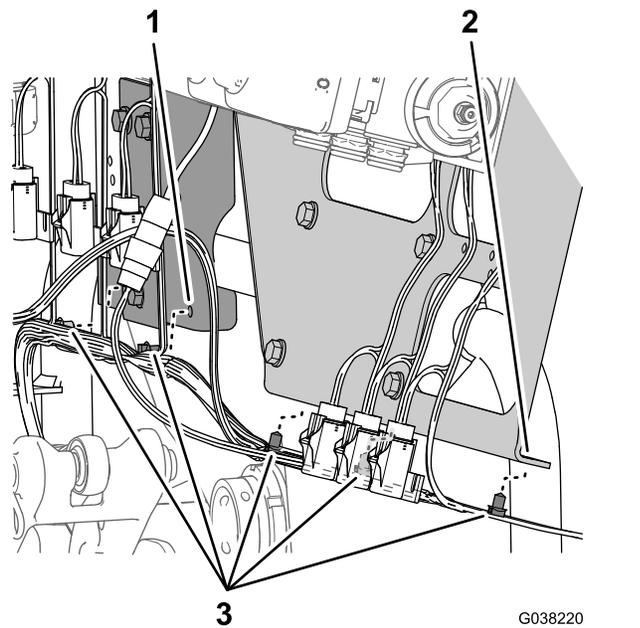

Figure 50
4. Fixez le faisceau de câblage de la machine à la patte de fixation des vannes d'agitation, de débit et de pulvérisation générale, et à la patte de fixation des vannes de section au moyen des 5 fixations à pression (Figure 50).